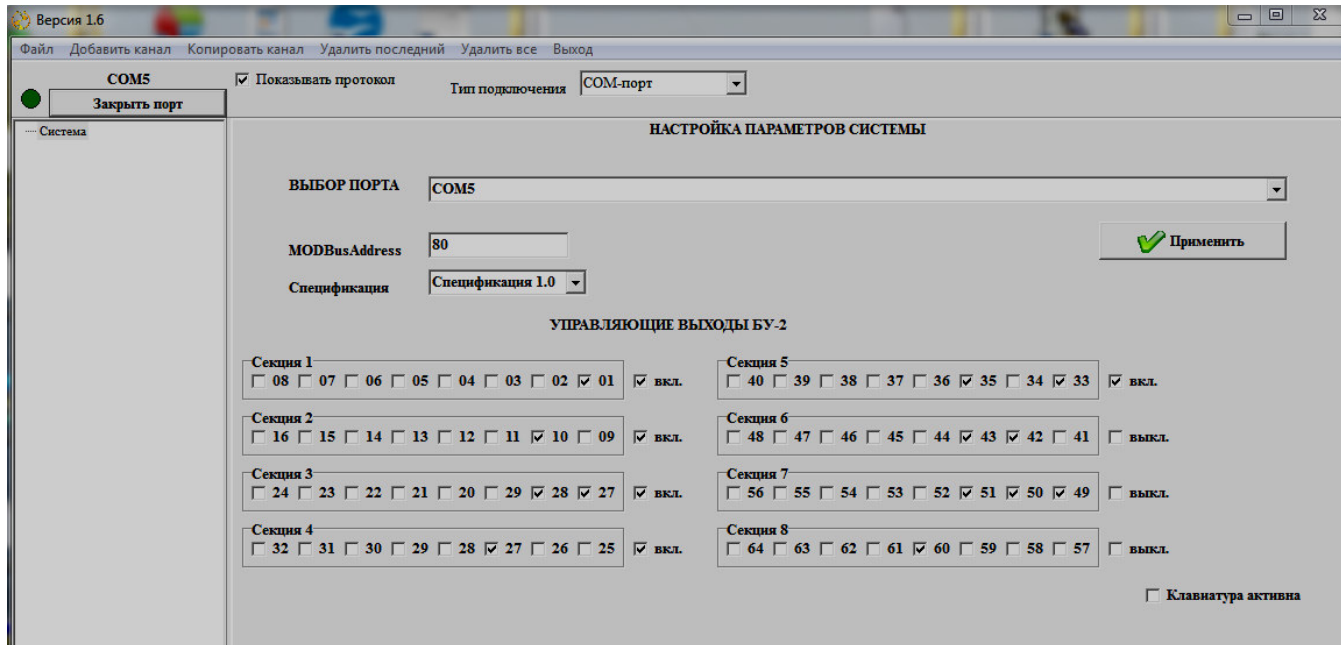

Рисунок 6
2.2 Для начала работы следует установить курсор на узел «Система» (рисунок 6).